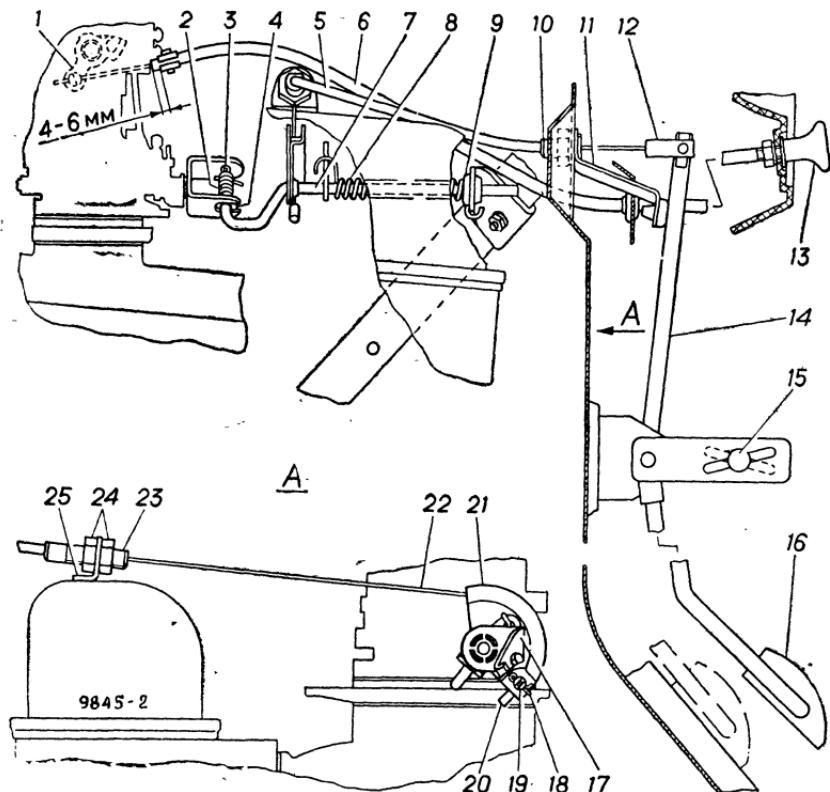

Рис. 5. Привод дроссельных заслонок:
Управление дроссельными заслонками карбюратора осуществляется педалью 16 (рис. 5) при помощи тросика 22, скользящего в пластмассовой трубке 5 и соединенного с сектором 21 промежуточной тяги 7 привода рычага оси дроссельных заслонок.
7. Убедиться в плотном прилегании упора рычага дроссельных заслонок к упорному винту 1 (см. рис. 4) дроссельных заслонок. При необходимости обеспечить плотное прилегание, отрегулировав натяжение тросика 22 перемещением наконечников 23 (см. рис. 5) трубы 25 с помощью гаек 24.